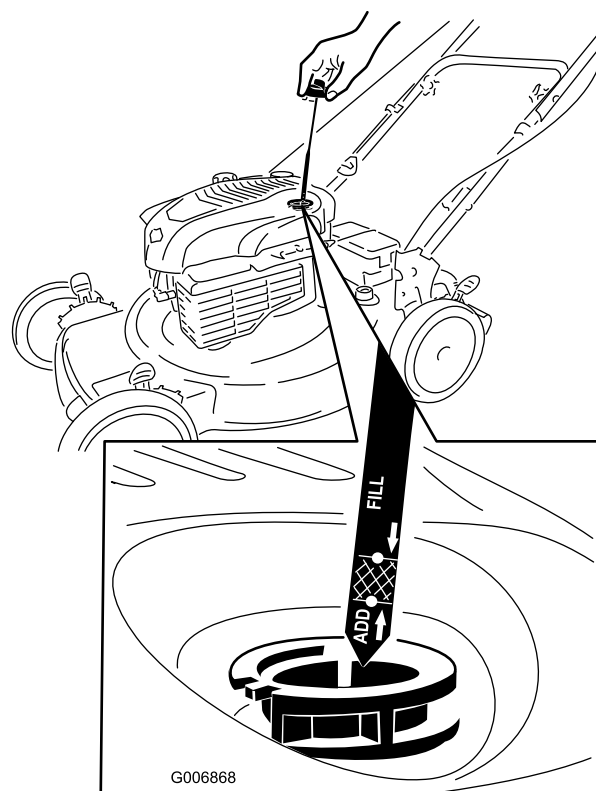

Figure 30
2. Retirez la jauge (Figure 30).
4. Versez de l'huile **lentement** dans le goulot de remplissage pour faire monter le niveau de liquide jusqu'au repère du **plein** (Full) sur la jauge (Figure 30). **Ne remplissez pas excessivement.** (Remplissage max. : 0,59 l (20 oz), type : huile détergente SAE 30W de classe de service API SF, SG, SH, SJ, SL ou supérieure.)